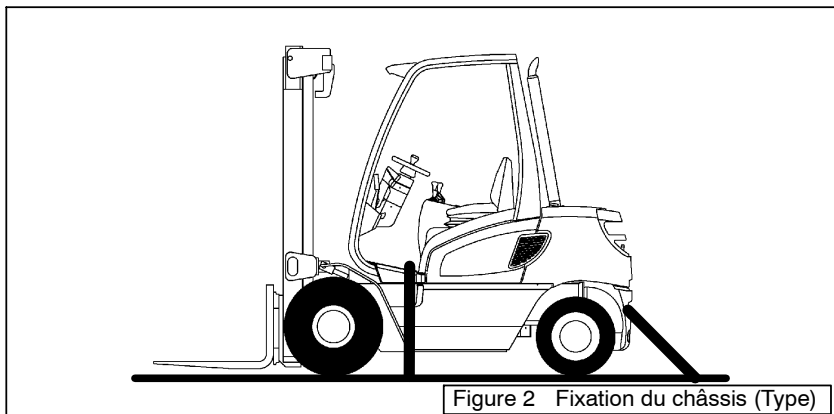

Figure 2 Fixation du châssis (Type)
*Veillez à ce que la chaîne et la sangle soient bien tendues, voir Figure 2.*